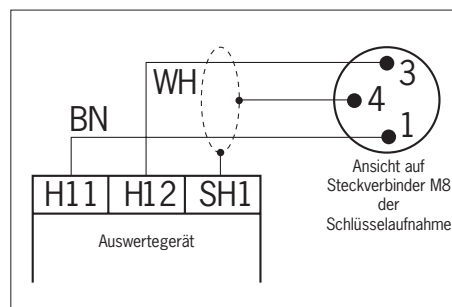

Bild 1: Anschlussbelegung
- ▶ Anschlussbelegung siehe Bild 1.